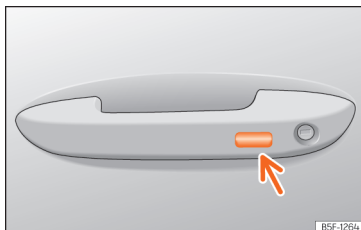

Abb. 100 Türgriff: Sensorfläche.
- **ODER** mit dem Keyless Access*-System (nur Schließen): Halten Sie einige Sekunden lang einen Finger über die Verriegelungssensorfläche »» **Abb. 100** (Pfeil) am Türgriff, damit die Fenster und das Dach* geschlossen werden. Wenn Sie die Sensorfläche nicht mehr berühren, wird die Schließfunktion unterbrochen.
- Halten Sie einige Sekunden lang einen Finger über die Verriegelungssensorfläche **» Abb. 100** (Pfeil) am Türgriff, damit das Dach geschlossen wird. Wenn Sie die Sensorfläche nicht mehr berühren, wird die Schließfunktion unterbrochen.